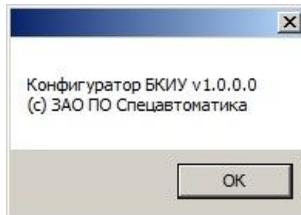

Рисунок 8.6 – Окно «О программе Конфигуратор БКиУ»
8.6 В меню **«Справка»**, при нажатии на **«О программе Конфигуратор БКиУ»**, откроется окно с информацией (рисунок 8.6).